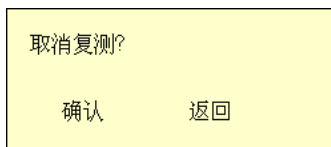

图 5.14 复测提示界面
**复测：**如果用户在测试过程中，发现某些测点因为某些原因需要重新进行测试，则可以把光标移到该测点然后进入复测状态，用户在复测状态下，不能进行数据浏览等操作，如果移动上下光标，会弹出图 5.14 所示的提示界面，提醒用户必须退出复测状态以后才可以进行其他操作。